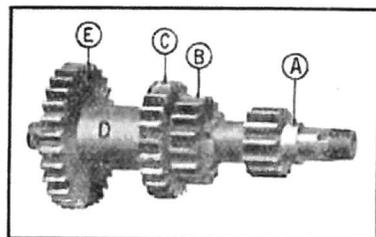

Fig. 149. — Arbre secondaire complet.
- 14—Enlever la rondelle du pignon de renvoi et retirer successivement de l'arbre secondaire, le pignon de renvoi, l'entretoise d'écartement et le pignon fixe de deuxième vitesse (fig. 149).
- 16—Emmancher à force, sur l'arbre secondaire, le nouveau pignon de deuxième vitesse, placer l'entretoise d'écartement, puis emmancher le pignon de renvoi et replacer la rondelle (fig. 149).